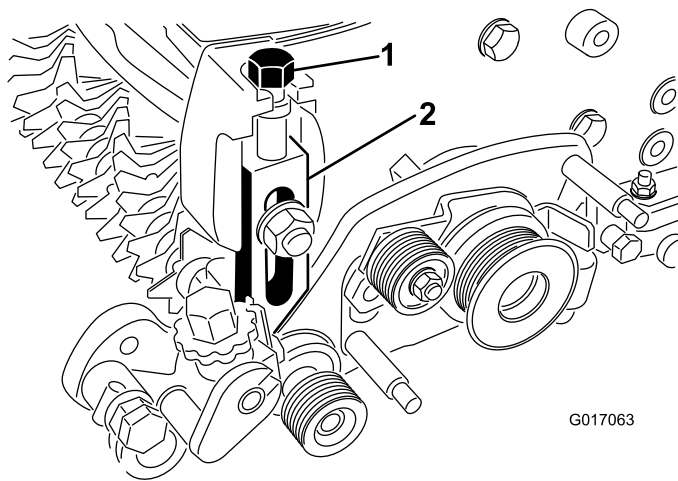

Figura 10
21. Enrosque el tornillo de ajuste de la altura de corte en la parte superior del brazo de ajuste izquierdo (Figura 10).
22. Instale el conjunto del brazo de ajuste izquierdo en la placa lateral de la unidad de corte usando el perno avellanado y la tuerca existentes, y una arandela nueva. Asegúrese de que el extremo de la varilla del conjunto del brazo de ajuste entre en el casquillo del orificio del conjunto de transmisión del acondicionador (Figura 10).
25. Enrosque el tornillo de ajuste de la altura de corte en la parte superior del brazo de ajuste derecho (Figura 10).
27. Instale el conjunto del brazo de ajuste derecho en la placa lateral de la unidad de corte usando el perno avellanado y la tuerca existentes, y una arandela nueva (Figura 10).